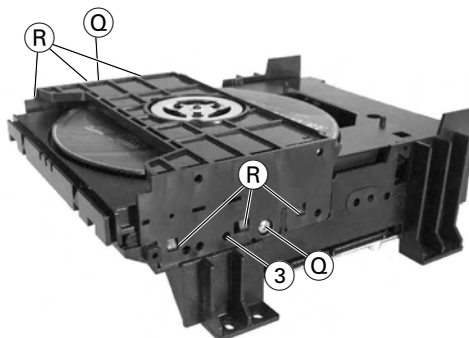

Fig. 9
- Insert a thin screw driver through the hole ③ (Fig. 9), push the slider about 2cm in inward direction then pull out the tray.
- 2 Schrauben **ⓑ** (Fig. 9) herausdrehen.
- Rastnasen **ⓒ** (Fig. 9) lösen und Laufwerkoberteil abnehmen.
- Undo the 2 screws **ⓑ** (Fig. 9).
- Undo the locking lugs **ⓒ** (Fig. 9) then remove the top part of the drive mechanism.